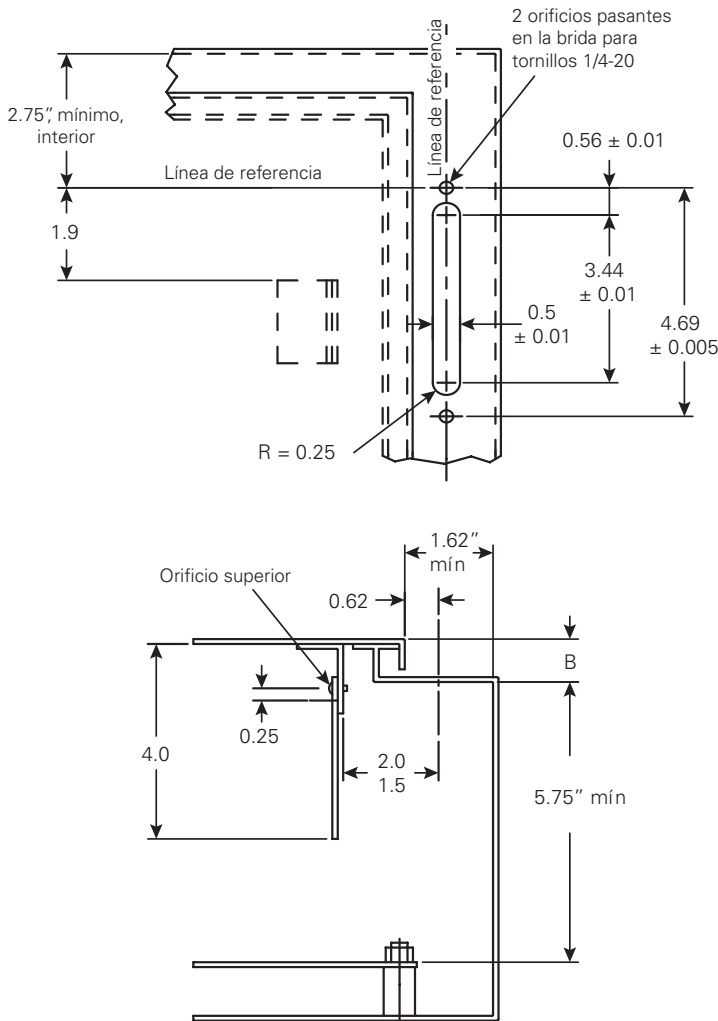

Fig. 4-1. Plantilla de taladro de la brida. Montaje de manija y cuchilla de enclavamiento
- Paso 1.** Coloque el mecanismo de la manija con el empaque adjunto sobre el recorte del gabinete. Para dimensiones del recorte, vea la Fig. 4-1. Coloque el soporte de la manija en el interior, como se muestra en la Fig. 1-1. Inserte el tornillo superior de montaje (1/4-20 x 7/8") del mecanismo de la manija y la arandela de seguridad a través del soporte y el gabinete, y enrósquelo en el mecanismo de la manija algunas vueltas, pero no totalmente.
Si un gabinete no cuenta con provisiones para montar la manija con brida, a continuación se presentan las dimensiones (ver Fig. 4-1) para realizar los cortes necesarios y montar la cuchilla de enclavamiento de la puerta.